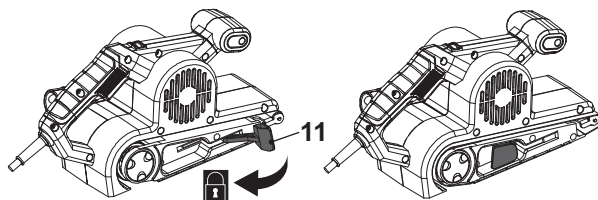

Fig. 3
3. Volte a pressionar a alavanca de fixação para dentro (11). Puxe ligeiramente o rolo de lixa (8) para verificar se está no lugar correto (Fig. 3).